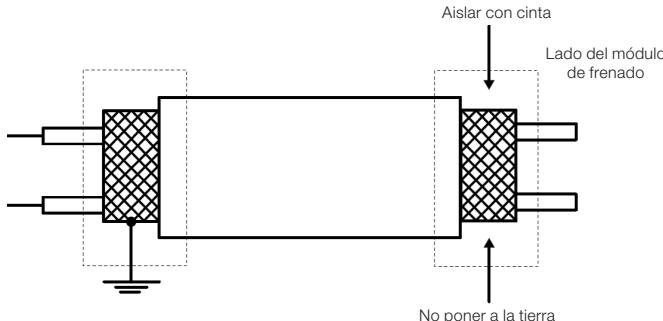

Figura 3.9: Conexión del blindaje
- Siendo necesario, utilice cables blindados. La correcta conexión del blindaje de los cables es presentado en la Figura 3.9 en la página 53.